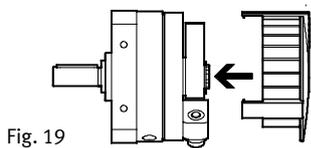

Fig. 19
9. Drücken Sie die Abdeckkappe des DSM (falls vorhanden) wieder auf den Schnapping des Gehäuses (Fig. 19).